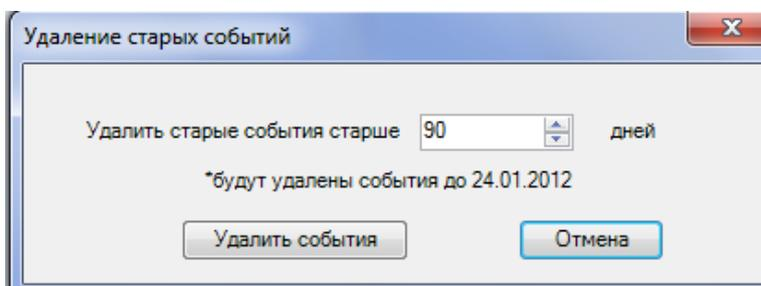
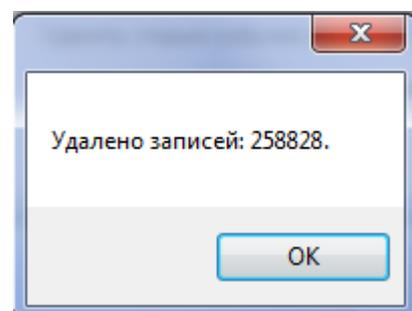

Рисунок 126. Окно на удаление старых событий
Рисунок 127. Информационное сообщение
*Удаление старых событий* удаляет из журнала событий БД все события, старше указанного срока (Рисунок 126); после выполнения удаления выводится количество удаленных записей из БД (Рисунок 127);